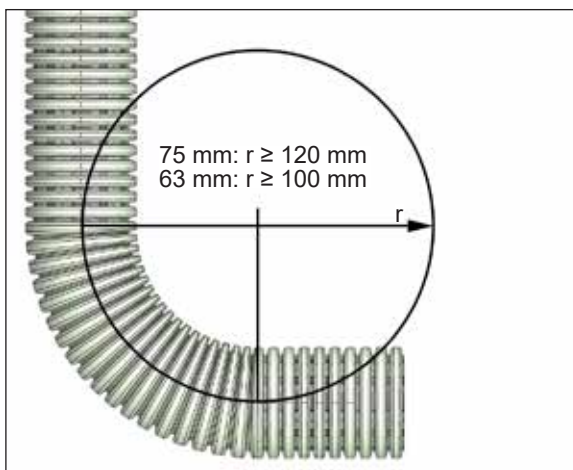

Fig. 8: Rayon de courbure minimal des tuyaux flexibles
- Lors de la pose des tuyaux flexibles, il convient de respecter des rayons de courbure minimaux (voir Fig. 8):